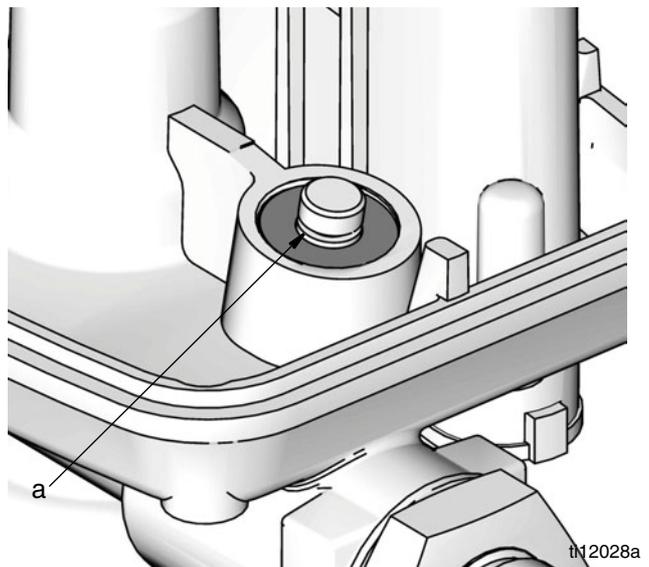

FIG. 25
- c. Con los dedos, apriete hacia arriba la parte inferior de la varilla hasta que sobresalga por la parte superior de la carcasa del medidor, como se muestra en la FIG. 25.
- e. Con el dedo, vuelva a presionar la varilla hacia arriba (40) hasta que la muesca (a) del extremo de la varilla se extienda sobre la parte superior del casquillo y la carcasa del medidor (FIG. 25).